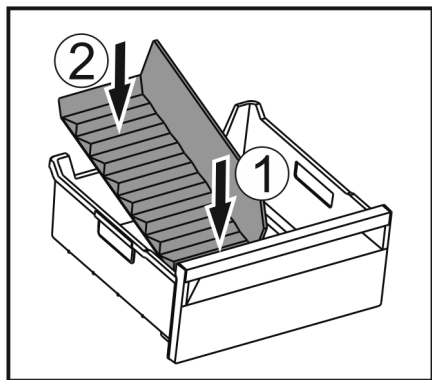

Fig. 111
- ▶ 装入冰格分隔器前部。 Fig. 111 (1)
- ▶ 将冰格分隔器后部放低至抽屉底板。 Fig. 111 (2)